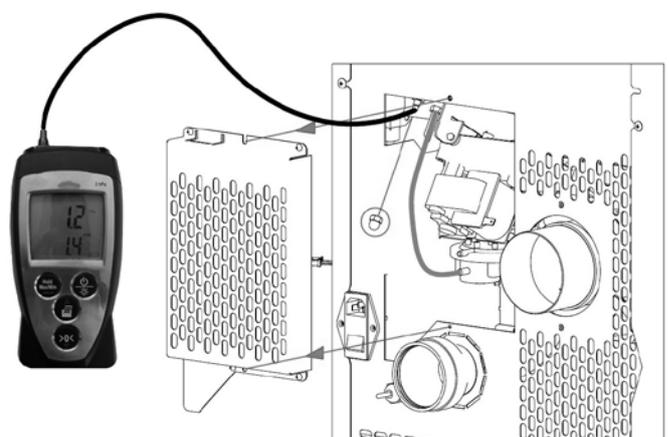

Fig. 28 - Anschluss des Digitaldruckwächters
- Über einen kleinen Schlauch einen Digitaldruckwächter zum Messen des Unterdrucks anschließen (siehe **Fig. 28**).